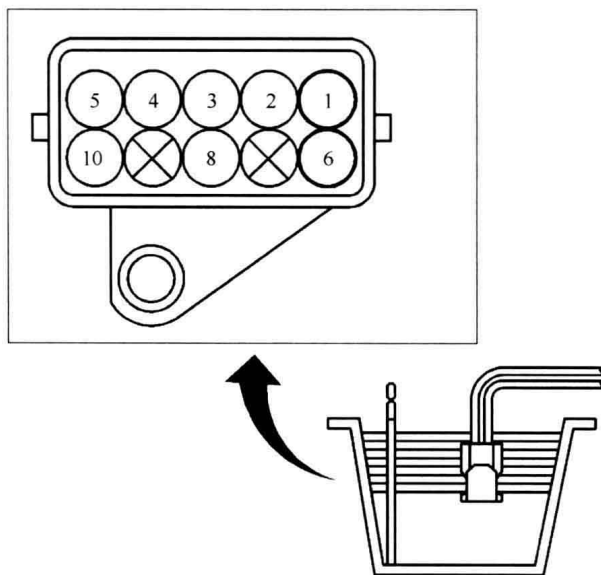

图 1-11 测量油温度连接器端子 1 和 6 之间的电阻
① 在 10℃ 和 110℃ 温度条件下，测量变速器油温度（TFT）传感器在变速器油温度连接器端子 1 和 6 之间的电阻，如图 1-11 所示。